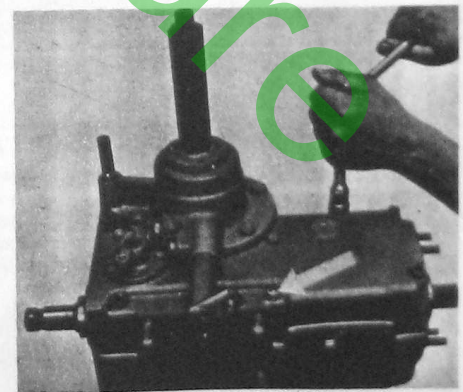

Fig. 71
1. Sämtliche Befestigungsschrauben am Getriebe (Fig. 71) entfernen.
1. Remove all attachment bolts from transmission (Fig. 71).